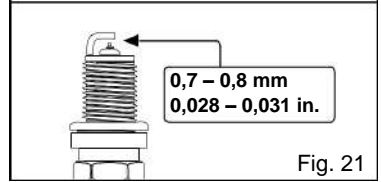

Fig. 21
6. Măsurați distanța dintre electrozii cu un calibru pentru bujii. Distanța trebuie să fie 0,7 – 0,8 mm (0,028 – 0,031 in) (Fig. 21). Reglați cu grijă distanța dacă este necesar.